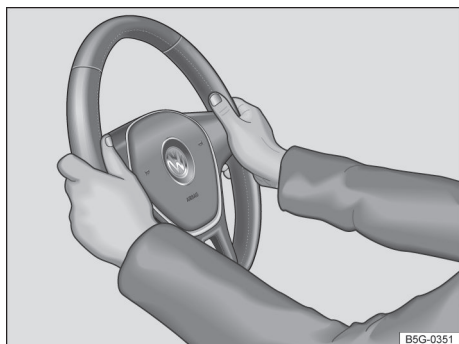

Fig. 66 No volante: posição 9 e 3 horas.
- Ajustar a posição do volante de forma que possa segurá-lo lateralmente pela borda externa nas posições de 9h e 3h → Fig. 66 com ambas as mãos e os braços ligeiramente dobrados.
- Empurrar a alavanca ① sempre pelo manípulo com firmeza para cima após o ajuste, para travar a posição do volante.
- Durante a condução, sempre segurar o volante com ambas as mãos lateralmente na borda externa nas posições de 9h e 3h → Fig. 66, para reduzir ferimentos causados por um acionamento do airbag frontal do condutor.